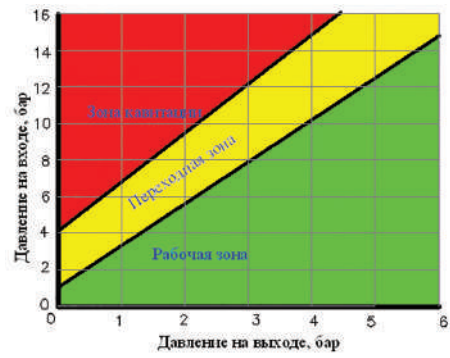

Рис.5
- 9.3. Граничное условие 2:** соотношение давления на входе и на выходе регулятора должно быть таким, чтобы попадать в рабочую или переходную зону графика кавитации (рис. 5). В случае нарушения этого условия седло регулятора будет подвергаться кавитационному разрушению.